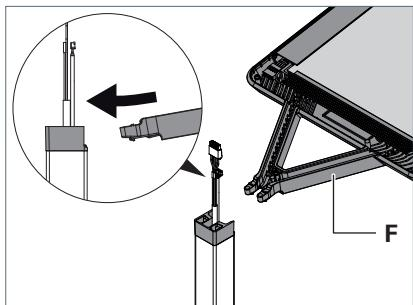

Fig. 3: Montare la testa dell'apparecchio.
- ▶ Inserire il braccio di supporto **F** della testa dell'apparecchio con una leggera inclinazione verso il basso nell'adattatore fino alla battuta, vedere Fig. 3.